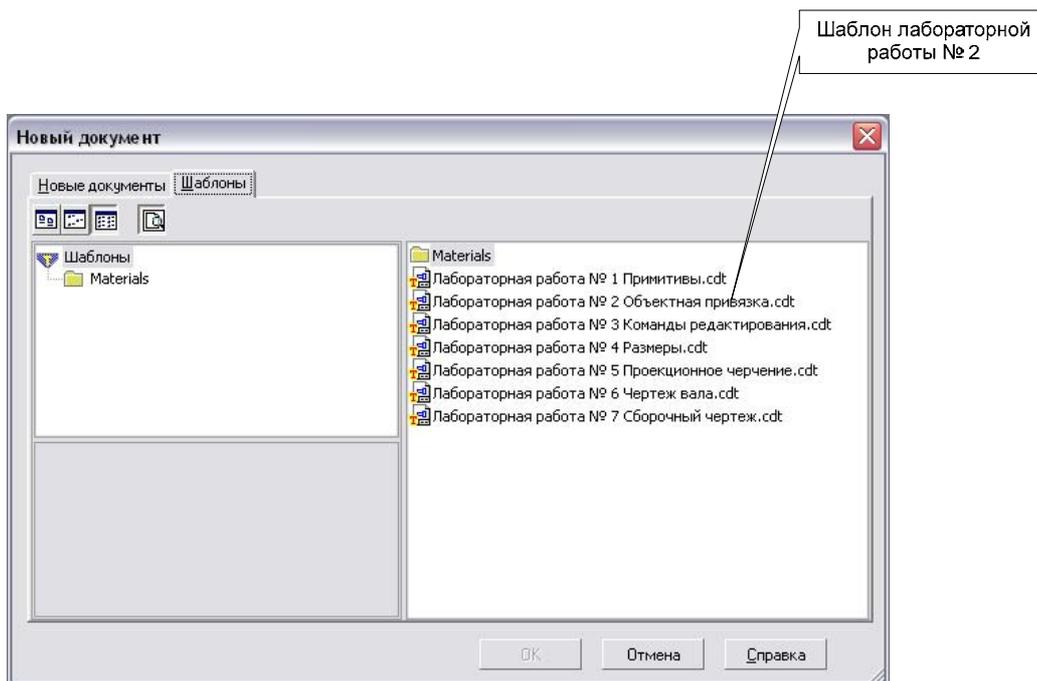

Рис. 25
2. В верхнем падающем меню выберите **Файл** → **Создать**, после чего появится графическое меню **Новый документ**, показанное на рис. 25. Выберите вкладку **Шаблоны**, а в нем шаблон лабораторной работы «Лабораторная работа № 3. Объектная привязка».